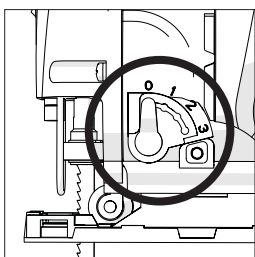

Fig. 4
4. SELETTORE MODALITÀ DI TAGLIO (Fig. 4)